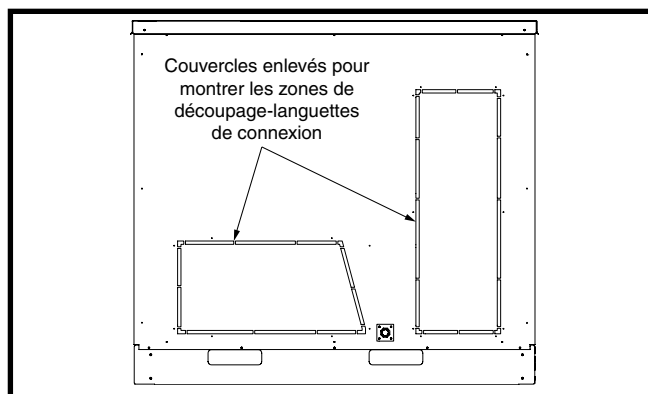

Figure 3. Conversion de vertical à horizontal (Vue du côté droit)
1. Retirez les couvercles des conduites horizontales de retour et d'alimentation. Ne jetez pas les Vis ou couvercles. Ils seront réutilisés pour couvrir les ouvertures dans le bas de l'appareil. Voyez la Figure 3.